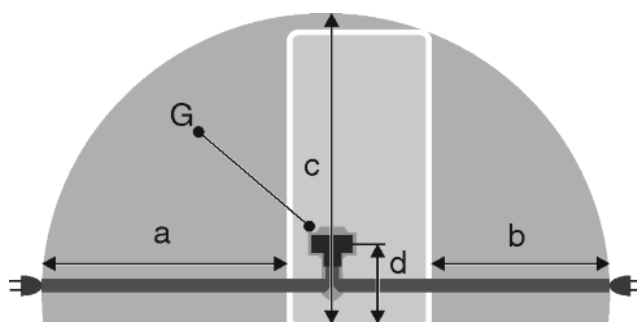

Fig. 20
- Розетка находится вне зоны задней стенки устройства в данной зоне. *Fig. 20 (a, b, c)*
- ▶ Штекер устройства *Fig. 20 (G)* подсоедините с задней стороны устройства. Следите за правильной фиксацией.